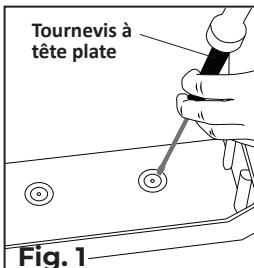

Fig. 1
- Placez le bac à linge sur une surface propre, telle qu'une couverture ou un carton, et retournez-le pour permettre le retrait des perforations préformées afin d'accueillir le robinet qui sera installé. Les bouchons de trou peuvent être déposés à l'aide d'un tournevis à tête plate ou d'un petit burin et d'un marteau (voir la fig. 1).